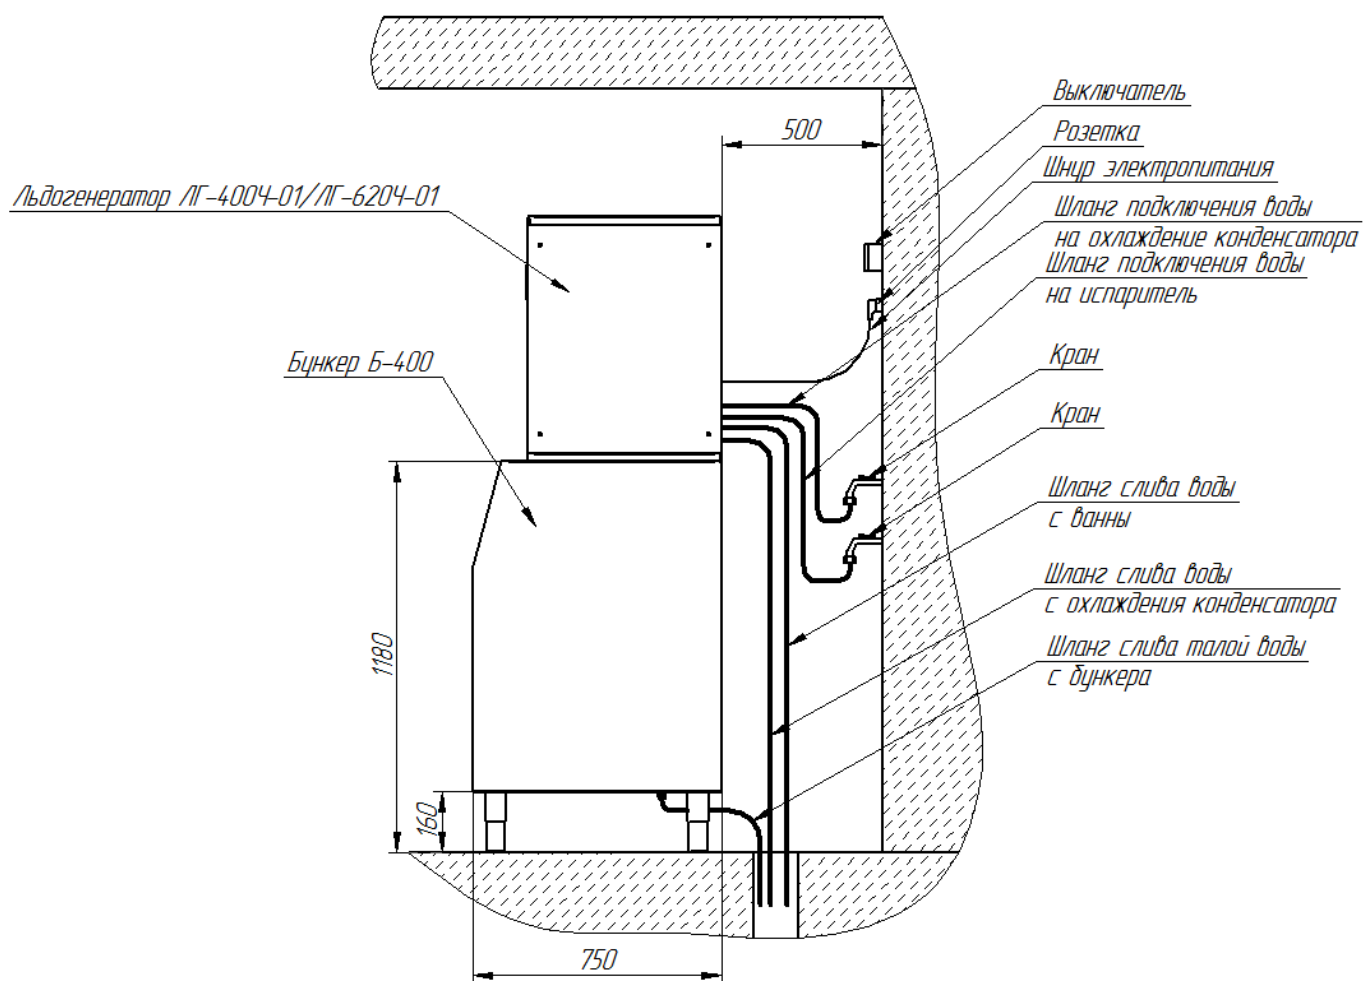

Рис. 4 Схема подключения льдогенератора
- установить льдогенератор на накопитель льда. Для льдогенераторов ЛГ-400Ч-01 и ЛГ-620Ч-01 использовать бункер-накопитель Б-400. Льдогенератор должен фиксироваться на бункере-накопителе двумя болтами моментом затяжки  $26 \pm 1,5$  Н·м ( $2,7 \pm 0,15$  кгс·м). Схема монтажа (рис.4). Положение льдогенератора должно быть горизонтальным, в случае необходимости отрегулируйте высоту и устойчивое положение изделия с помощью регулируемых ножек бункера Б-400;
- подключить изделие к системе водоснабжения. Льдогенератор подключается к системе водоснабжения через штуцер с резьбой G 3/4" для подачи воды на испаритель и через штуцер под шланг с внутренним диаметром 12 мм для подачи воды на охлаждение конденсатора (рис. 4). Для дополнительной фиксации шланг крепить к штуцеру хомутом. Подсоединение шлангов подачи воды должно проводиться через краны для экстренного прекращения подачи воды на охлаждение конденсатора и испаритель в случае необходимости.
- подключить изделие к системе канализации через два штуцера слива воды с ванны и с охлаждения конденсатора под шланг с внутренним диаметром 12 мм и штуцер для слива талой воды с бункера (рис.4). Убедиться, что сливные шланги находятся ниже, чем выходы на задней панели льдогенератора и основания бункера, чтобы вода могла стекать;
**ВНИМАНИЕ!** Необходимо организовать разрыв струи, обеспечив воздушный промежуток не менее 20 мм между концом сливного шланга и краем принимающей трубы (см. рис. 4).